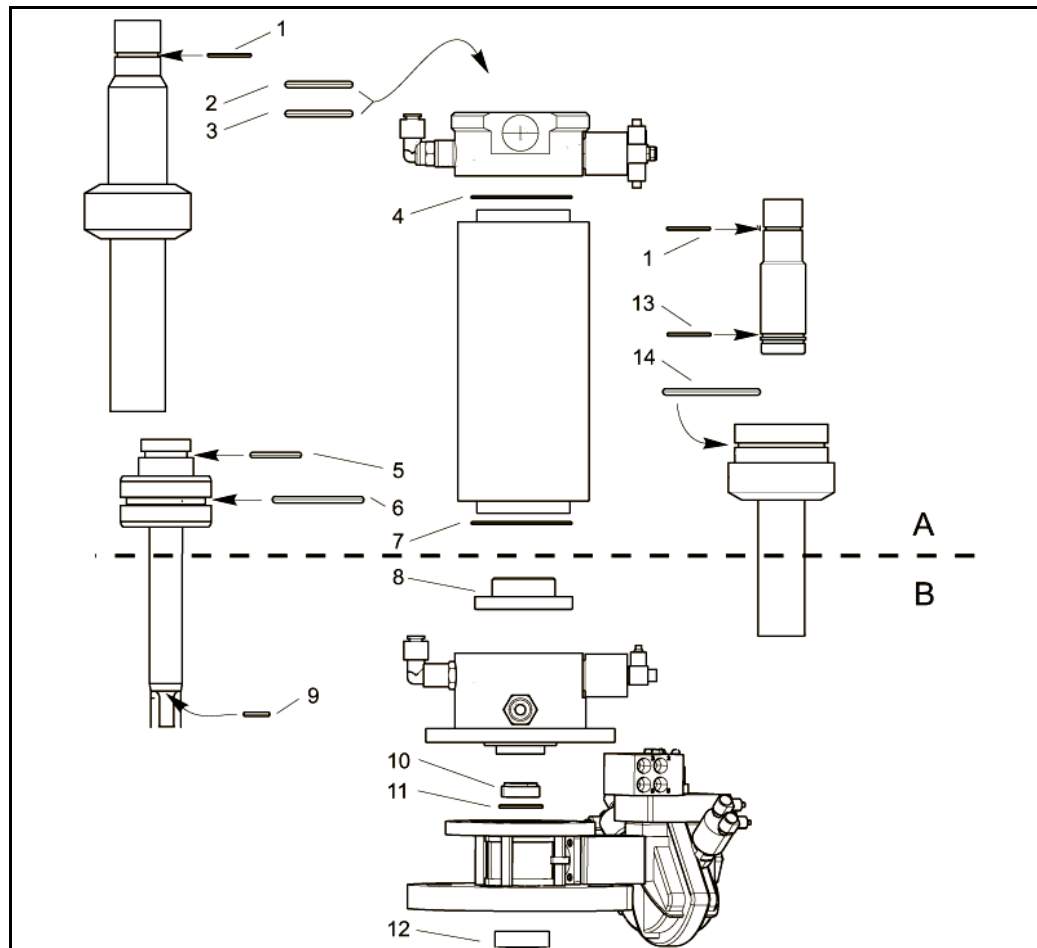

Рис. 39: Расположение уплотнений
2. Замените уплотнения, как показано на Рис. 39.